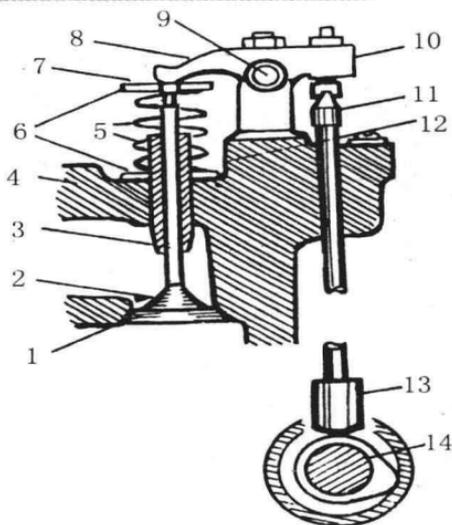

图6 北京BJ212汽车发动机配气机构
(2)配气机构。这是发动机的换气机构,这部分主要包括进气门、排气门、凸轮轴等机件(见图6)。